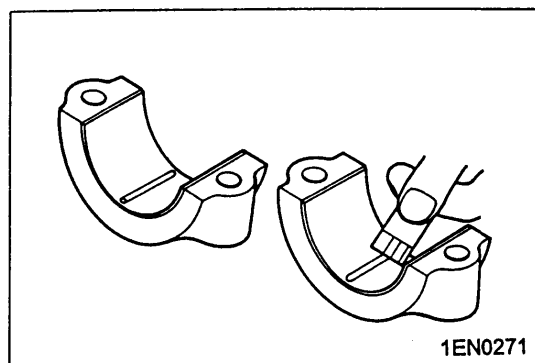

图 5-8
(4) 轻轻地装上曲轴轴盖, 并将螺栓拧紧到规定力矩。
(5) 拆下螺栓, 并轻轻地拆下曲轴轴承盖。
(6) 用印刷在塑料线规袋上的标尺, 在最宽点测量塑料线规的被挤压部分 (见图 5-8)。